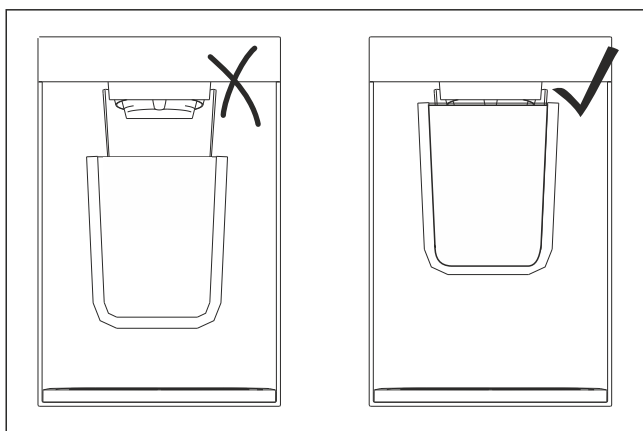

Fig. 103 Примерное изображение
- ▶ Удерживайте емкость максимально близко к раздаточному отверстию. (см. Fig. 103)